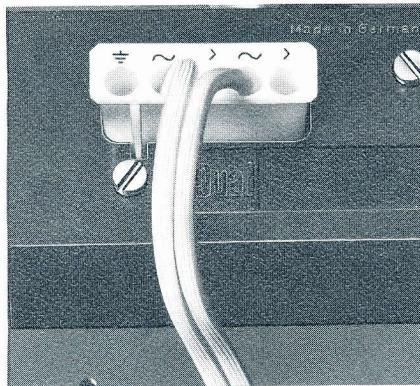

Fig. 2
B.Nr. 213 982, AMP-Nr. 160 565/1 (Fig. 2)